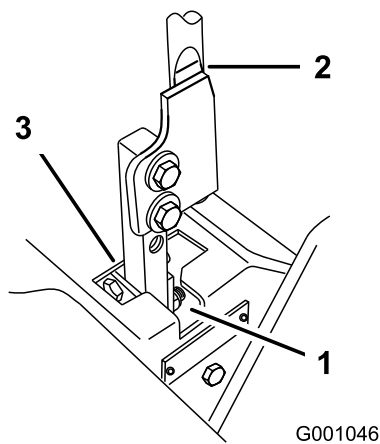

Bild 66
5. Schieben Sie den Hebel in die Neutral-Stellung (nicht arretiert) (Bild 66).
6. Ziehen Sie den Hebel zurück, bis der Lastösenbolzen (am Arm unter dem Gelenkschaft) das Schlitzende berührt (und soeben Druck auf die Feder ausübt) (Bild 66).
7. Prüfen Sie, dass der Fahrtriebshebel relativ zur Kerbe im Armaturenbrett ist (Bild 66). Er sollte zentriert sein, sodass der Hebel nach außen in die ARRETIERTE NEUTRAL-Stellung gedreht werden kann.